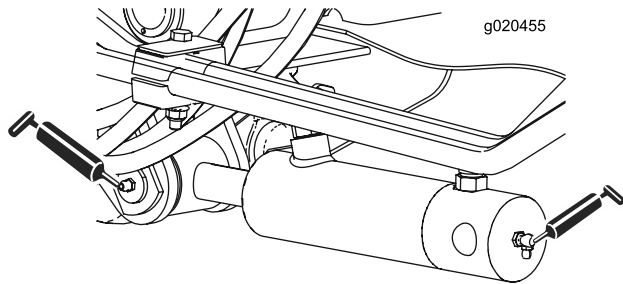

Figure 40
- Bagues de vérins de bras de relevage (2 chacun) (Figure 40).